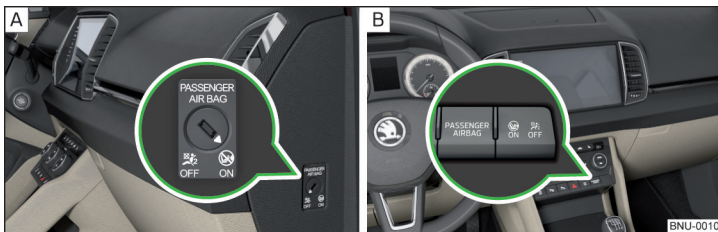

Fig. 24 Conmutador de llave para el airbag lateral del acompañante/Testigo para el airbag delantero del acompañante
El airbag frontal del acompañante se puede desconectar con el conmutador de llave » fig. 24 de la pág. 29 - A.
Posiciones del conmutador de llave » [fig. 24 - \[A\]](#)
**OFF** El airbag frontal del acompañante está apagado - después de encender la conexión ilumina el testigo de control **OFF** » [fig. 24 - \[B\]](#)